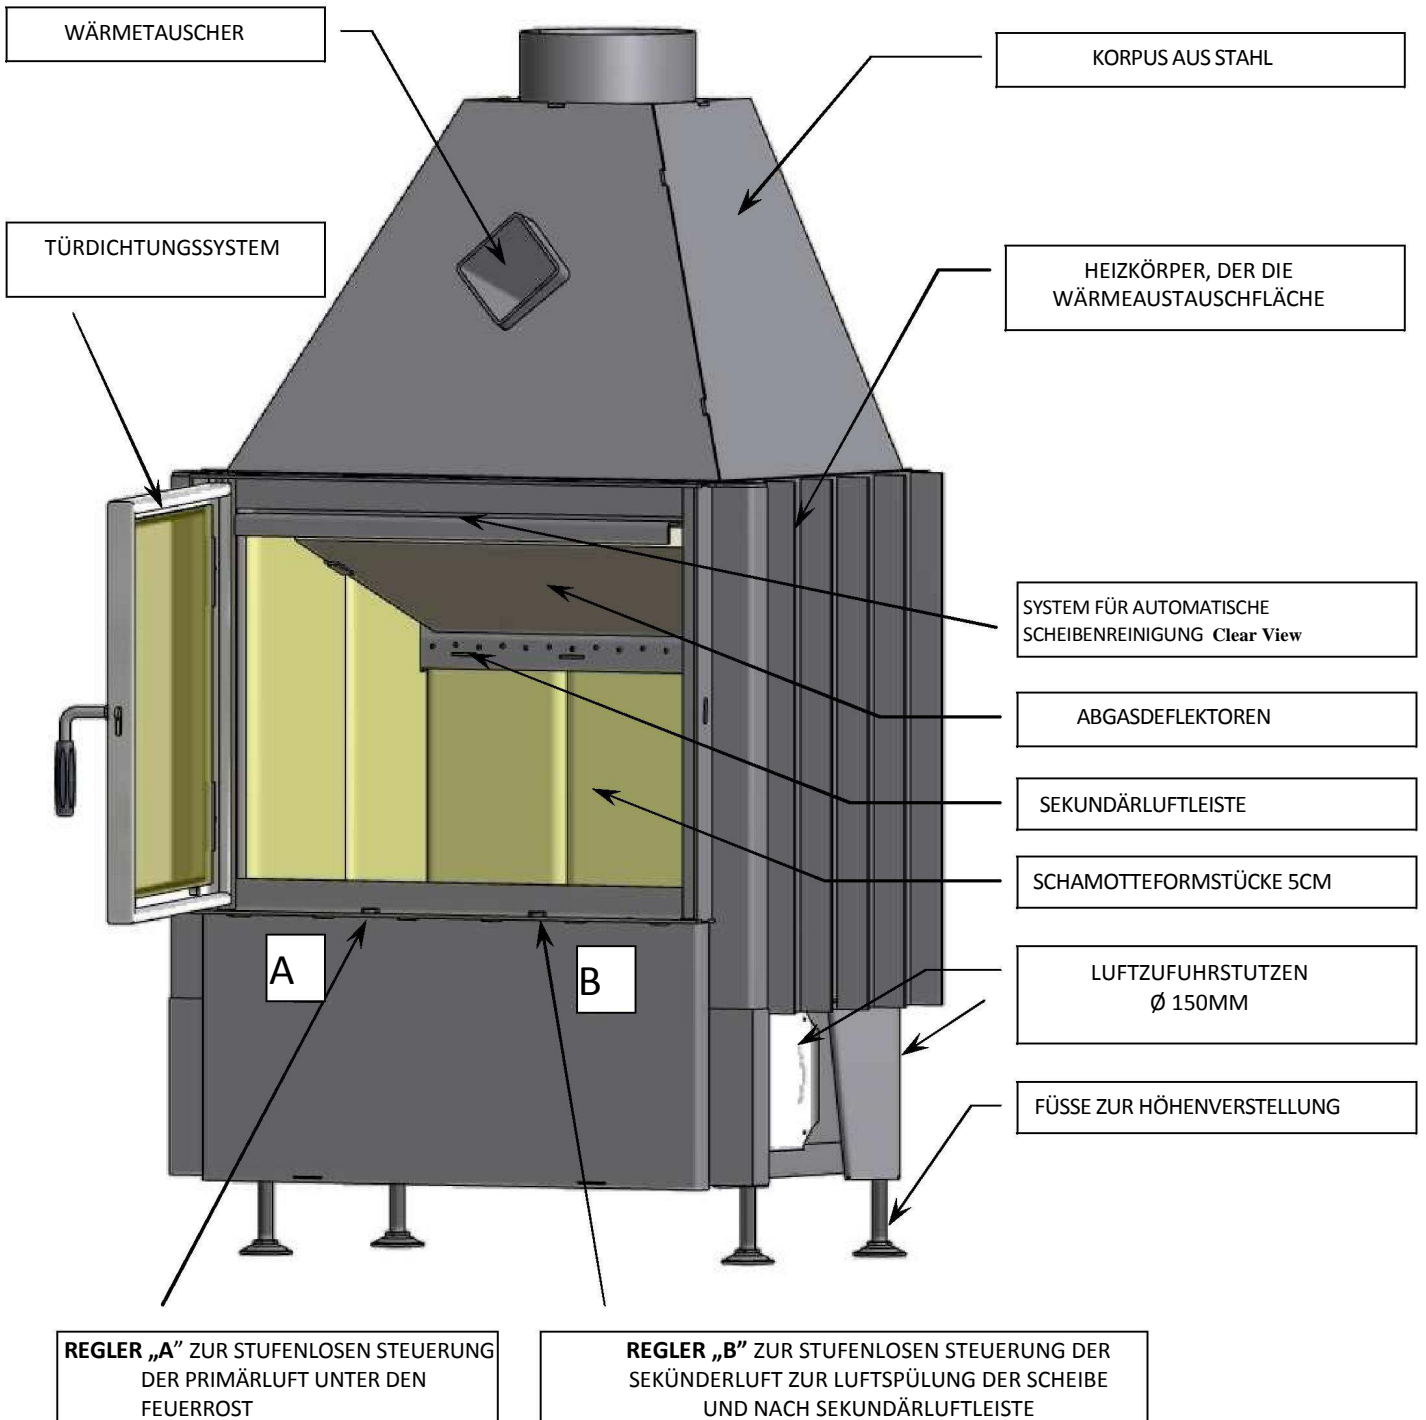
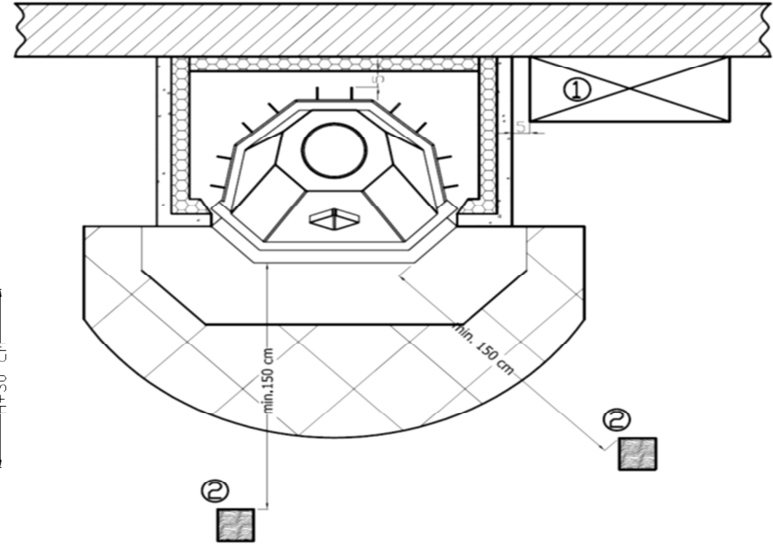

Abb. 1, 1a Aufbau eines exemplarischen -Einsatzes
Abb. 1.5. Mindestabstand von Gegenständen der Innenraumausstattung
- beim Betrieb des Kamins in einem Kamingehäuse wird eine hohe Temperatur erzeugt, die bis zu 600°C reichen kann; um die Überhitzung von Einzelteilen des Kamineinsatzes und die Beschädigung des Kamingehäuses zu vermeiden, sollte ein minimaler Bewegungsabstand (Abb. 1,3) erhalten bleiben.
Der Kamin strahlt durch die Scheibe viel Wärme in die Umgebung, deshalb muss man sicher sein, dass brennbare Gegenstände wie Holz- oder Polstermöbel in einem Abstand von nicht weniger als 200 cm von der Feuerungstür (Nr. 2 in Abbildung 1,5) stehen. Der Raum zwischen der Wand des Kamingehäuses und den brennbaren Elementen darf nicht weniger als 5 cm (Nr. 1 auf der Abb. 1.5) betragen. Die Temperatur der äußeren Fläche des Gehäuses darf nicht überschreiten.